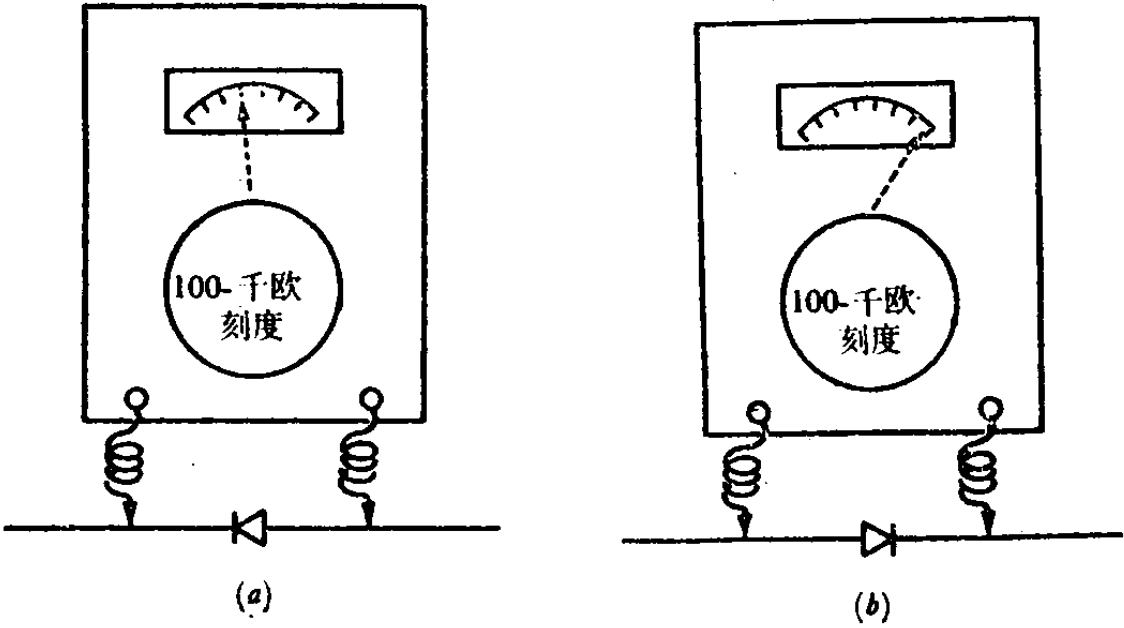

图 2-2
1. 把各二极管的型号记入记录表内。如图 2-2(a)及(b)所示, 使用欧姆表(VOM)测量每一只二极管的正向电阻和反向电阻。把各电阻值记入表内。确定并记录每一只二极管的品